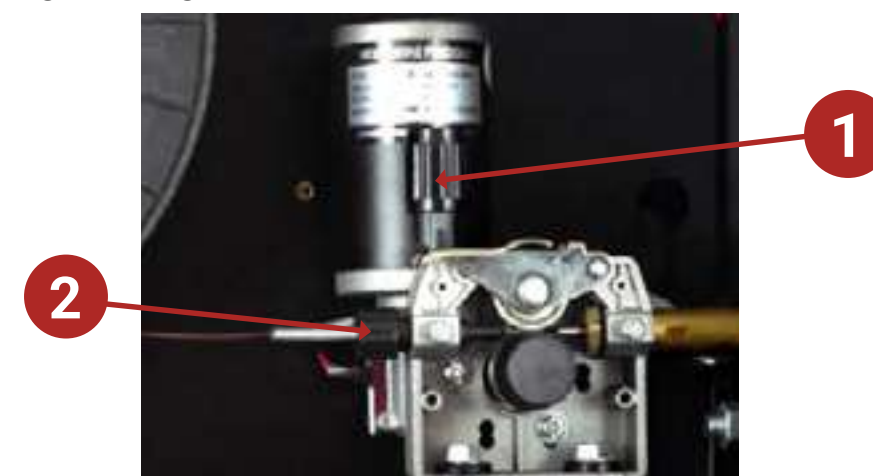

Fig. 1
- » Abra o braço de pressão, Peça 1, Fig. 1;
- » Abra o braço da roldana superior, Peça 2, Fig. 1;